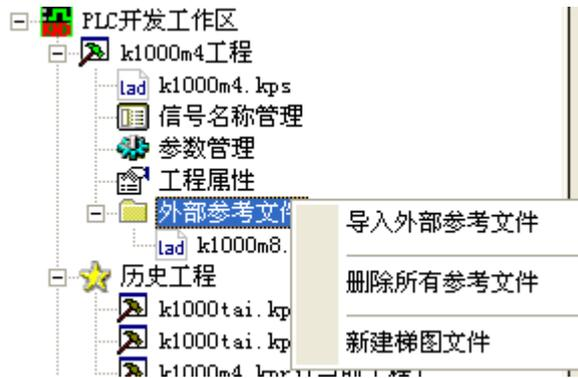

图 4.32 “外部参考文件”项目的右键菜单
2、当应用程序有活动工程时，右键单击“外部参考文件”项目，可以弹出如图 4.32 所示的右键菜单。